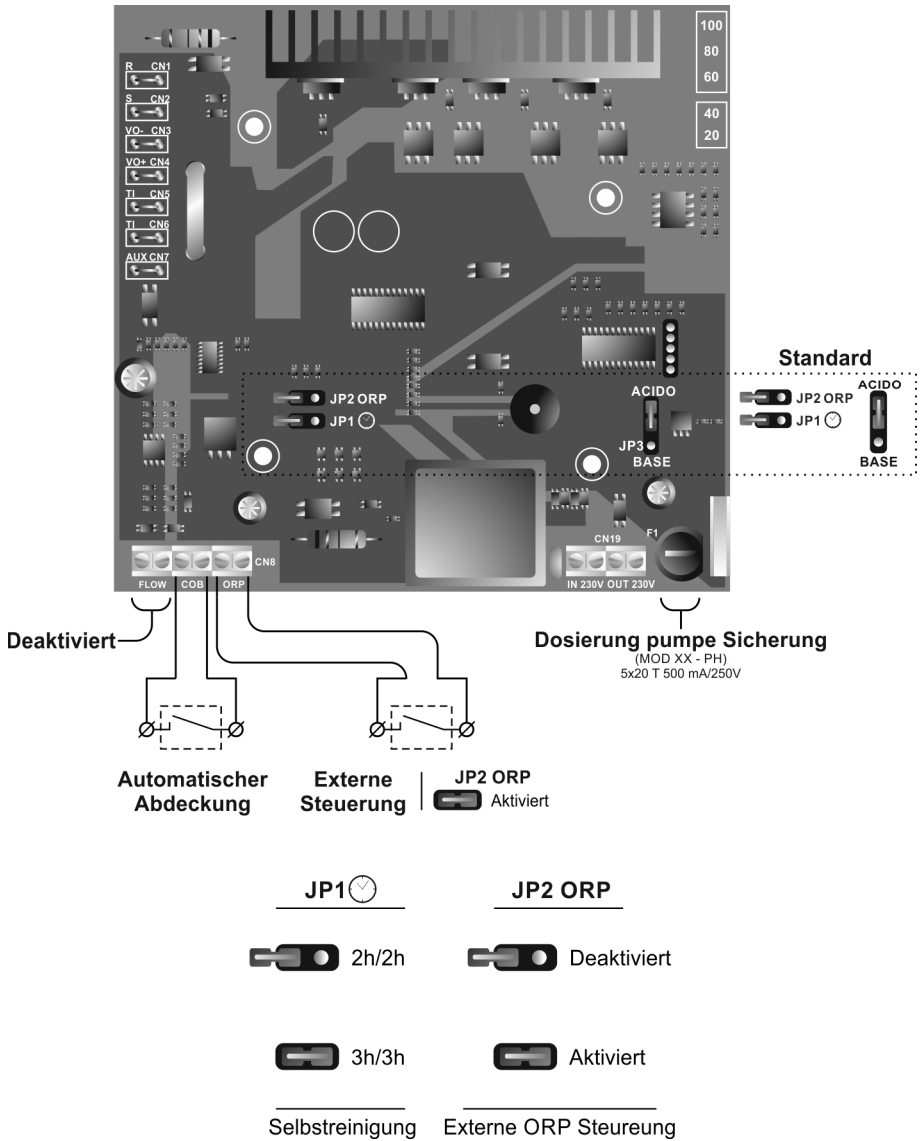

Abb. 11
- **ELEKTRODENSELBTREINIGUNGSSYSTEM:** Die Umkehrfrequenz kann mit dem auf der Systemsteuerplatte befindlichen „JP1“-Jumper gewählt werden (Abb. 11). Diese Konfiguration tritt in Kraft, wenn man das Gerät aus- und wieder einschaltet.